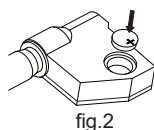

fig.2
- Insérez la pile CR2032 dans le compartiment à pile, le pôle positif (+) de la pile doit être tourné vers l'extérieur (fig. 2).